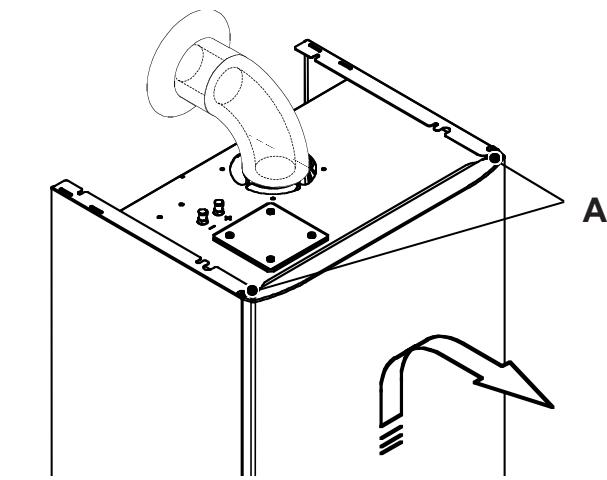

рисунок 9.1
- Ослабьте 2 винта А (рисунок 9.1).